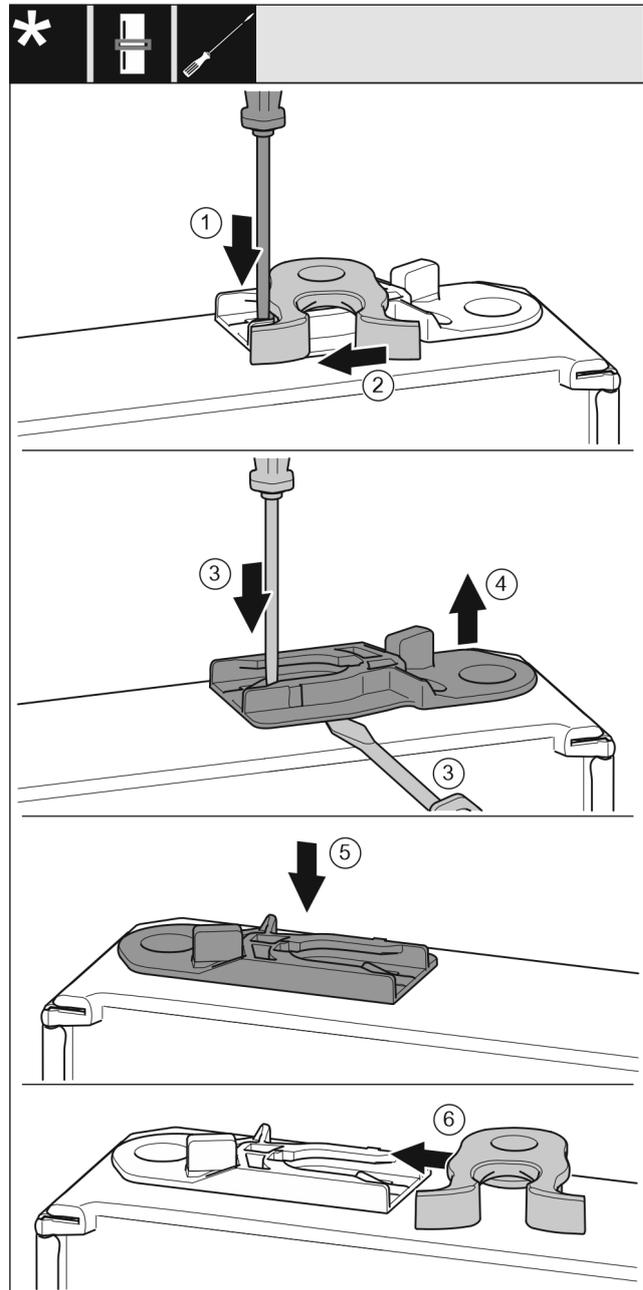

Fig. 19
- ▶ Lasche Fig. 19 (1) mit Schlitzschraubendreher nach unten drücken.
- ▶ Schließhaken Fig. 19 (2) aus Führung ziehen.
- ▶ Führungsbuchse Fig. 19 (3, 4) herausziehen: Lasche mit Schlitzschraubendreher drücken und gleichzeitig mit Schlitzschraubendreher unter Führungsbuchse fahren.
- ▶ Im Lieferumfang beiliegende Führungsbuchse Fig. 19 (5) auf anderer Gehäusesseite einschieben.
- ▶ Schließhaken Fig. 19 (6) in Führung schieben.